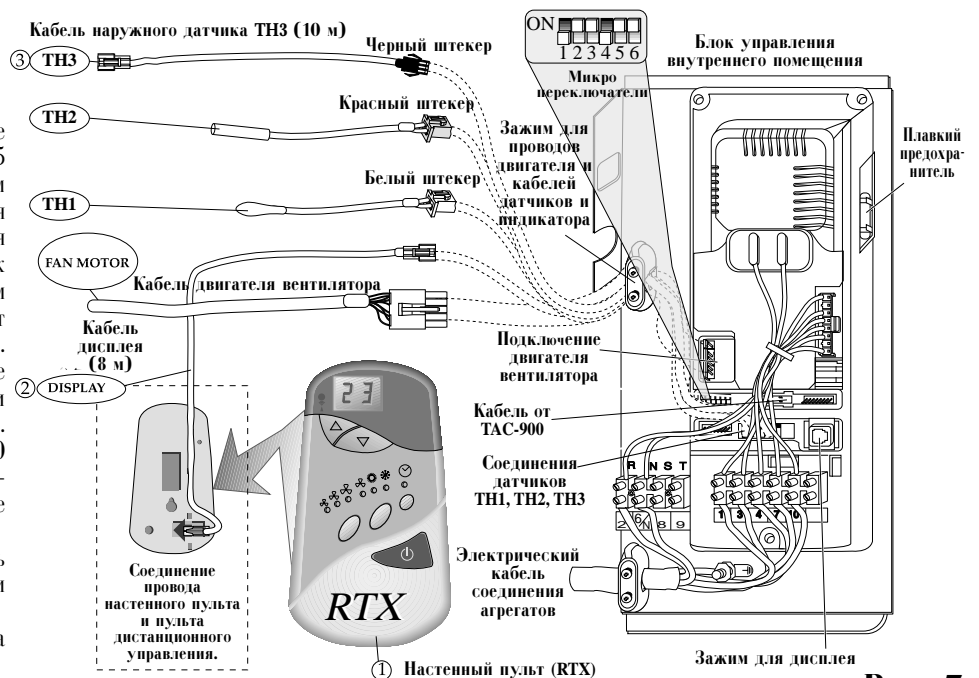
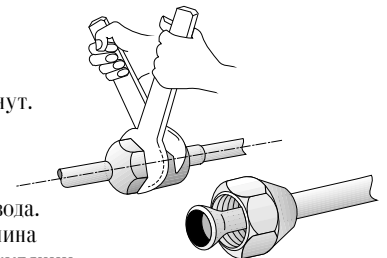

Рис. 7
Рис. 10
Электрические соединения внутреннего агрегата (см. рис. 7)
1. Откройте блок управления и найдите положения контактов с внутренней части крышки блока управления. Смотрите Рис. 7.
5. Разместите настенный пульт ① на расстоянии до 8 метров от блока управления. Выберите такое положение, которое позволяет получать команды из любого места комнаты. (Необходимо, чтобы настенный пульт и пульт дистанционного управления находились на линии прямой видимости).
6. Подсоедините один конец кабеля ② к настенному пульту, а другой конец - к точке на блоке управления, маркированной как "DISPLAY" - DP.
7. Соедините электрический кабель между внутренним и наружным агрегатами к соответствующим разъемам. Удалите изоляцию с каждого провода на длину в 7 мм и подключите провода к разъемам с помощью отвертки. Убедитесь, что каждый провод подсоединен в соответствии с его цветом. Смотрите Рис. 10.
12. Переключатель DIP следует привести в положение, показанное на Рис. 7.